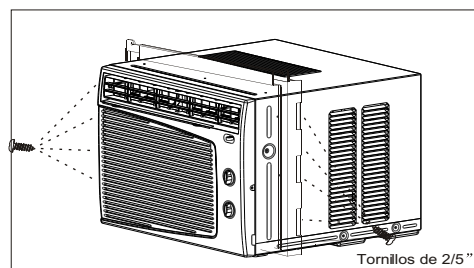

Fig. 2
2. Inserte los paneles guía en las guías del aire acondicionado. Sujete las cortinas a la unidad con los tornillos (Fig. 2).